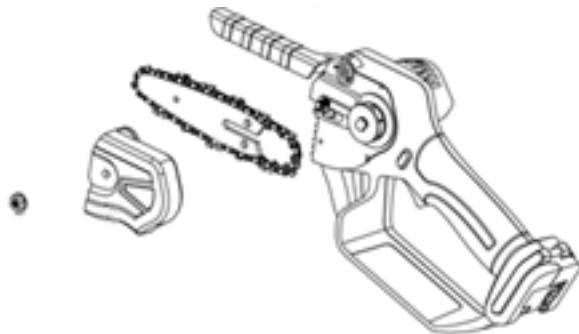

Рис. 2
- Відкрутіть гайку-фіксатор бокової кришки ланцюга (Рис. 2).
- Візьміться за напрямну шину та пиляльний ланцюг так, щоб отвір пиляльного полотна увійшов до штифту обмежувального гвинта, і надягніть пиляльний ланцюг на зірочку (Рис. 2).
- Закрийте бічну кришку (Рис. 2).
- Затягніть гайку-фіксатор бокової кришки (Рис. 2)